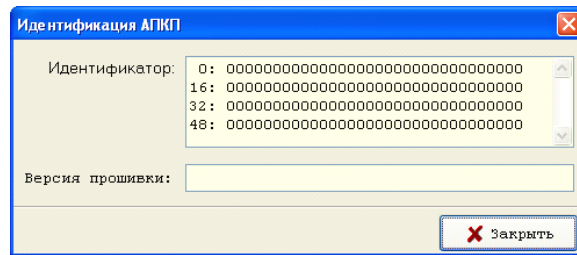

Рис.1.3.1.1. Диалог идентификации АПКП.
– Информация об АПКП – это кнопка, при нажатии на которую откроется диалог «Идентификация АПКП», показанный на рис. 1.3.1.1.